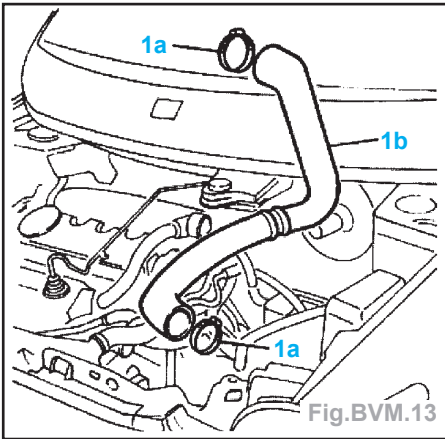

Fig.BVM.13
- Déposer le manchon d'air (1b) reliant le collecteur d'admission à l'échangeur d'air (Fig.BVM.13).